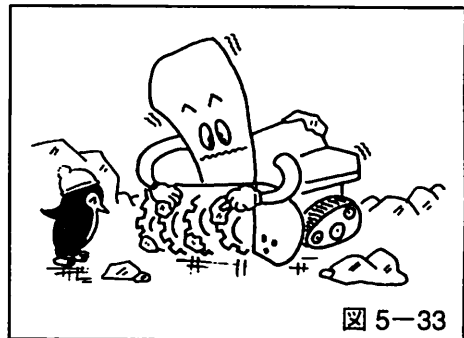

図 5-33
1. オーガケース内とブロワ部分の雪や氷などを丁寧に取除いてください。(図5-33参照)